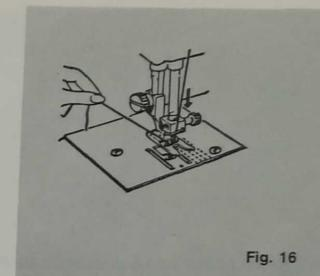

Fig. 16
13.º EXTRACCIÓN DEL HILO INFERIOR (figs. 16, 17 y 18)
Girar a mano el volante (fig. 1) hasta que la aguja descienda a su punto más bajo (fig. 16).